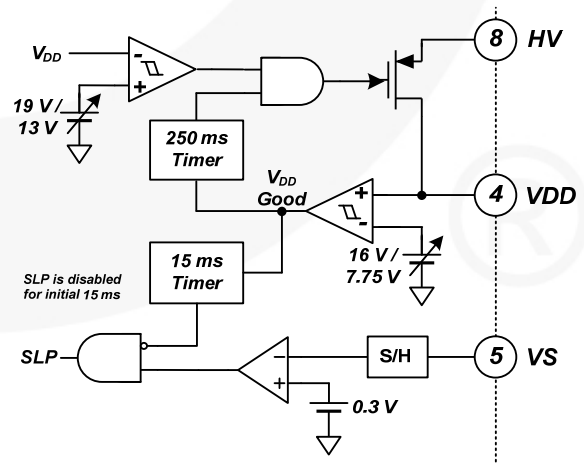
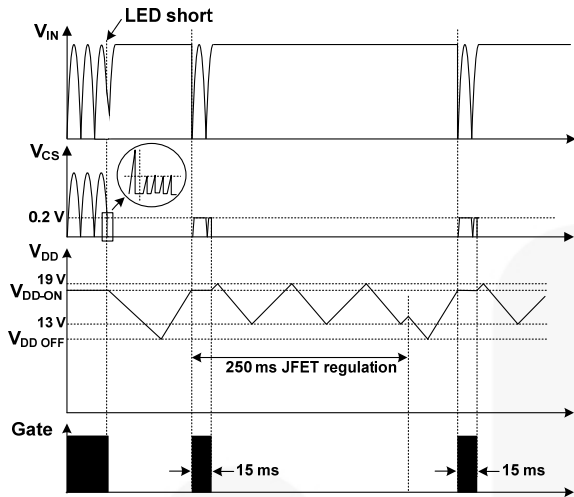

图 23. 内部 SLP 模块
图 24. 短路 LED 条件下的波形
在短路 LED 条件下, 次级二极管受高电流应力影响。当 VS 电压由于短路 LED 条件而低于 0.3 V 时, 逐周期限流电平从 1.0 V 变为 0.2 V, 同时触发 SLP——如果 VS 电压低于 0.3 V 并持续四 (4) 个连续开关周期。图 23 和图 24 显示 LED 短路条件下的 SLP 模块和工作波形。考虑到系统安全性, 如需在保护条件下设置足够的自动重启时间, 那么可将 VDD 保持在 13 V 至 19 V 之间 (也就是 UVLO 以上) 并在 VDD-ON 之后持续 250 ms。SLP 在初始 15 ms 内禁用, 以确保在通常 LED 条件下顺利启动。